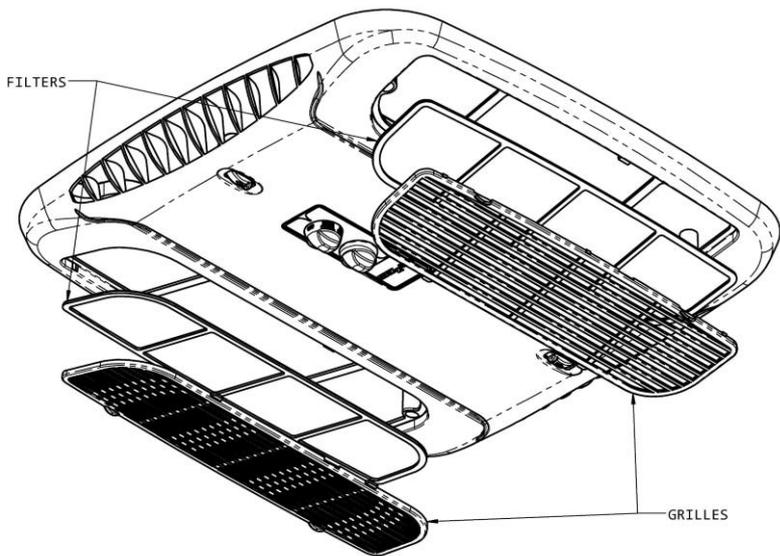

Figure 2
3. Réinstaller les filtres et les grilles dans le montage de plafond, comme illustré dans la figure 2, page 25.